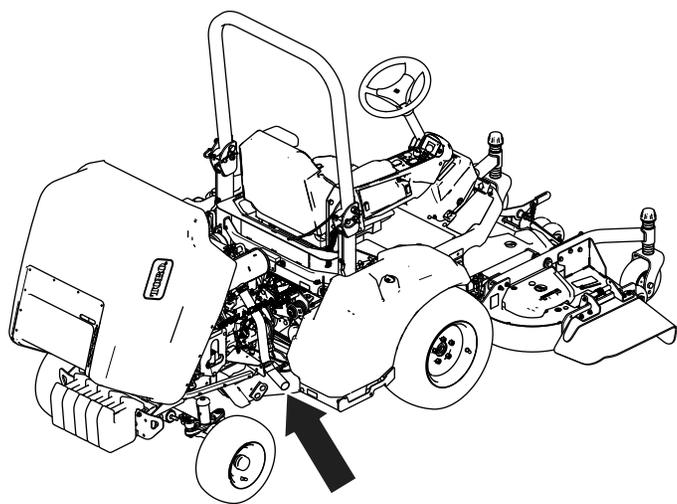

Bild 9
1. Öffnen Sie die Motorhaube (Bild 9).